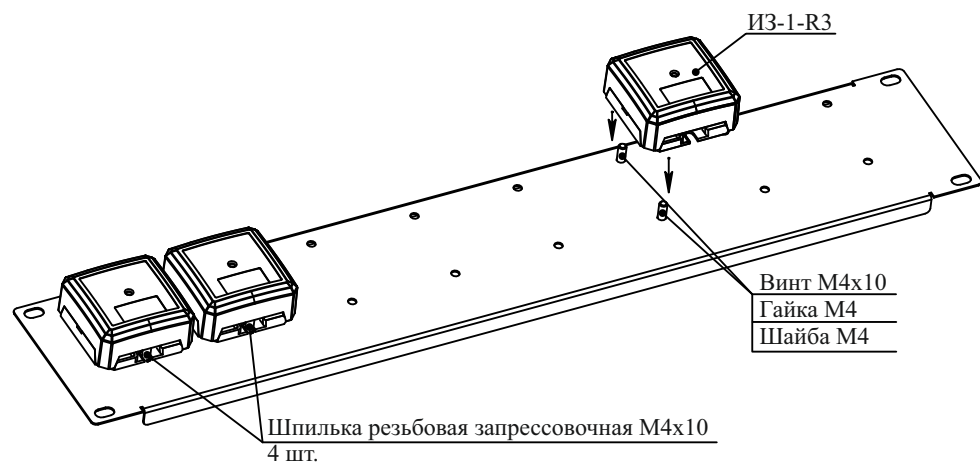

Рисунок 2
2.2 Два предустановленных ИЗ-1 смонтированы на шпильки резьбовые запрессовочные М4х10 панели SBP при помощи шайб М4 и гаек М4 (рисунок 2).
2.3 При необходимости, установить дополнительные ИЗ-1 на панель SBP при помощи винтов М4х10, шайб М4 и гаек М4 (входят в комплектность), используя отверстия в основании панели (рисунок 2).